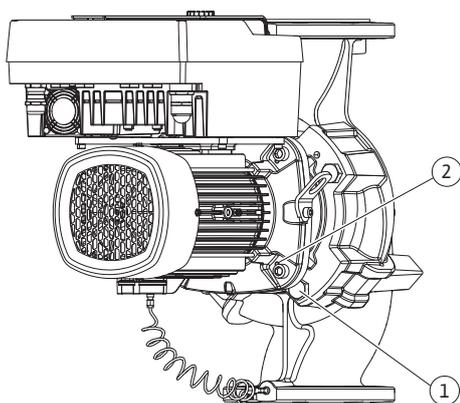

Fig. 104: Abdrücken des Einstecksatzes über Gewindebohrungen (je nach Pumpentyp)
23. Einstecksatz vom Pumpengehäuse abdrücken. Dafür die zwei Gewindebohrungen (siehe Fig. 104, Pos. 1) nutzen.
33. Zum Abdrücken des Einstecksatzes vom Pumpengehäuse die daneben liegenden zwei Gewindebohrungen (Fig. 104, Pos. 1) nutzen und geeignete bauseits bereitgestellte Schrauben (z. B. M10 x 25 mm) verwenden.